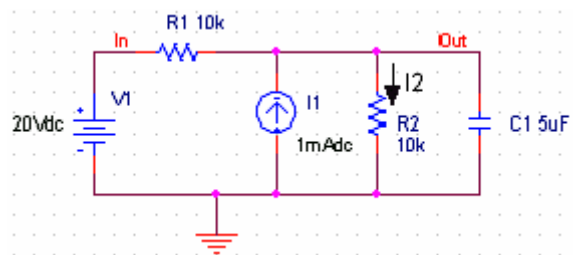

图 2：要被仿真的电路（OrCAD Capture 的屏幕快照）
7. 你可以用 PLACE > NET ALIAS 菜单命令为网络或节点指定别名。我们将输出和输入节点命名为 Out 和 In，见图 2。
如在介绍中所提及的那样，Spice 允许你做直流偏置，直流扫描，傅里叶瞬态分析，交流分析，蒙特卡洛/最差情况扫描，参量扫描和温度扫描。我们将首先解释怎样在图 2 的电路上做直流偏置和直流扫描。